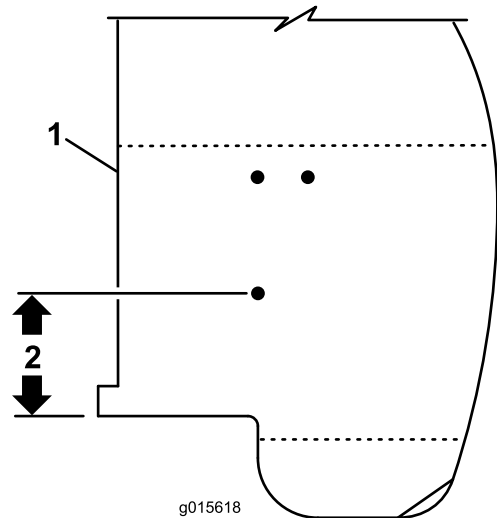

Bild 2
- Wenn das hintere Loch 7,0 cm von der Kante des Kotflügels entfernt ist, wie in Bild 2 abgebildet,